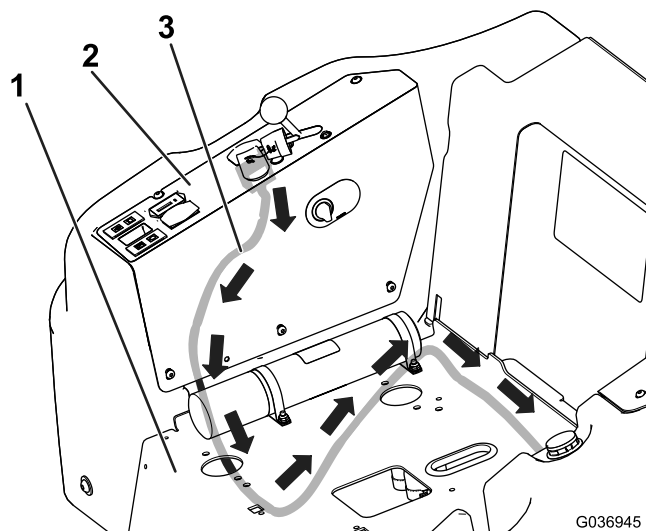

Figura 4
5. Encaminhe a cablagem por baixo do painel de controle e placa do banco como se mostra na Figura 4.